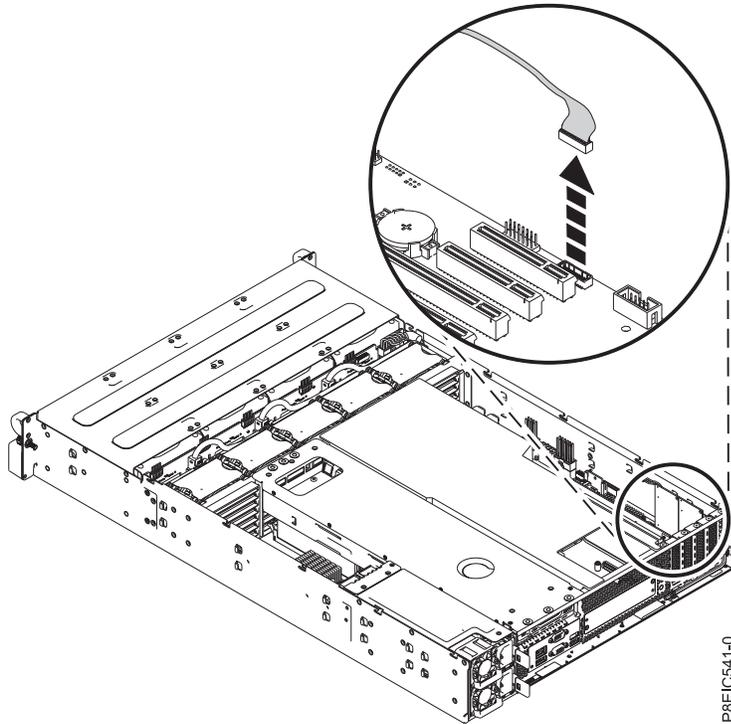

Figure 69. Déconnexion du cordon d'interface USB avant
8. Retirez le cordon d'interface USB avant du fond de panier système, comme illustré dans la figure 69, à la page 63.